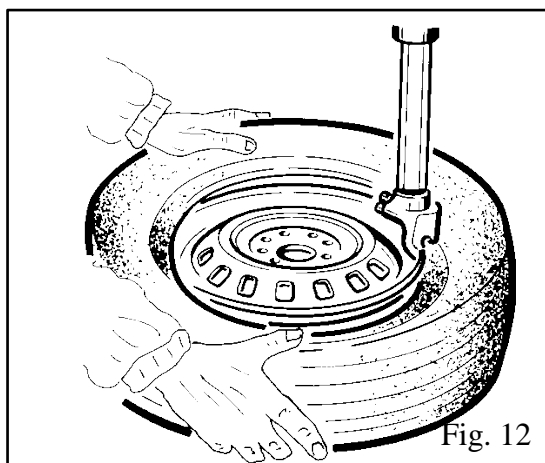

Fig. 12
- Tenendo premuto con le mani il tallone del pneumatico nella gola del cerchio, premere il pedale (Z) per ruotare l'autocentrante in senso orario per tutta la circonferenza del cerchio (Fig. 12).
•Keeping the tyre bead pressed down into the wheel rim channel with your hands, press down on the pedal (Z) to rotate the turntable clockwise. continue until you have covered the entire circumference of the wheel rim (fig. 12).